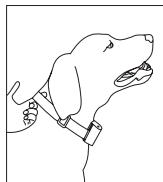

Fig. 3
- » Lasciare sempre un dito di spazio tra il collare stretto ed il collo dell'animale (Fig. 3).